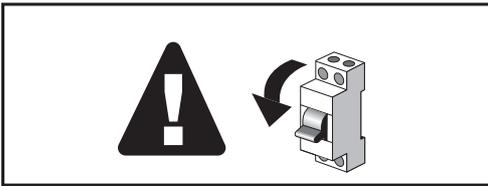

Abb.1 Netzschalter
1. Schalten Sie die Netzstromversorgung aus (Abb. 1).